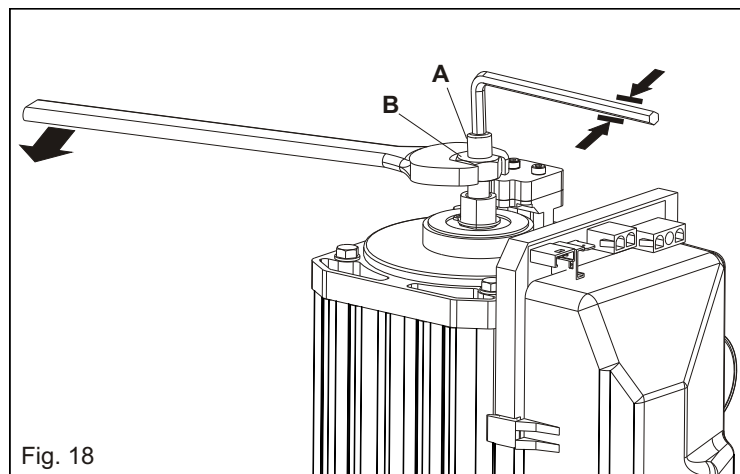

Fig. 18
- Relâcher les écrous de blocage **B** (Fig. 18) tenant ferme las vis de réglage de la friction (**A**).